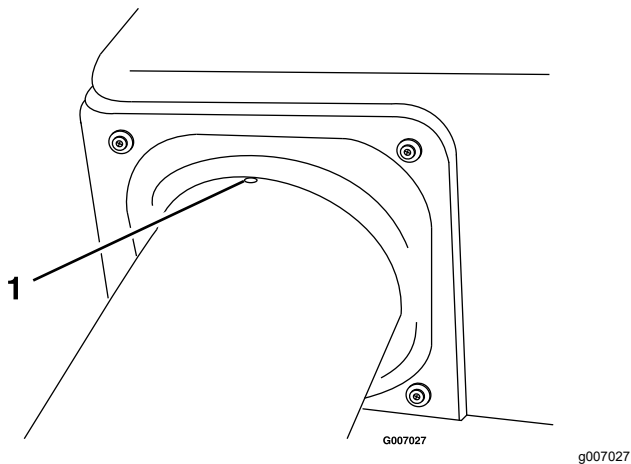

Figure 41
4. Placez la petite bosse dans le tube supérieur, exactement entre les vis qui fixent le joint à la trémie (Figure 41).
8. Vérifiez que la bosse de Figure 41 est toujours en place.